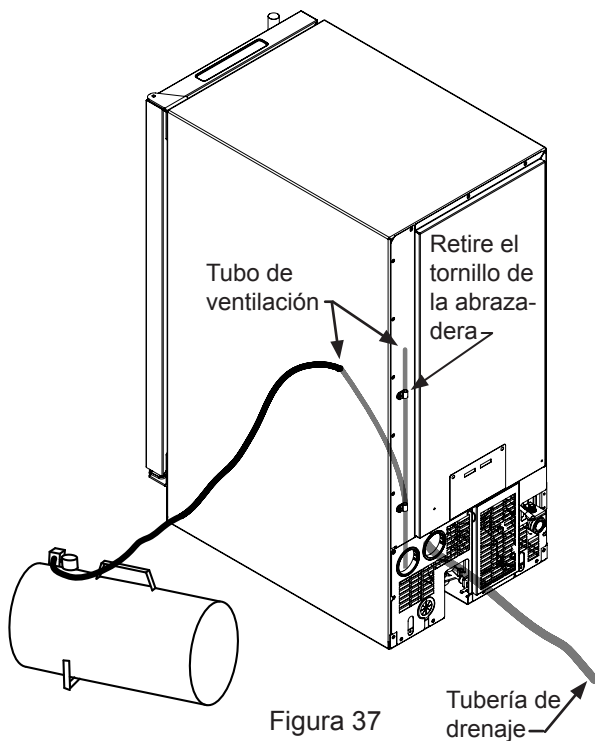

Figura 37
15. Aplique aire comprimido (aproximadamente 10 psi) en el extremo del tubo de ventilación. Esto eliminará el agua restante de la bomba y la tubería de drenaje (vea la Figura 37).